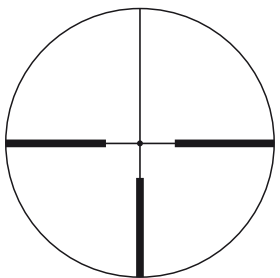

Fig. 3-1
(1) Focalizarea
- ① Priviți prin ocular, cu ochiul poziționat la o distanță de aproximativ 10 cm (4 inch) față de ocular, pentru a vedea reticulul IL #4 cu punct (fig. 3-1). Aliniați corect ochiul față de lunetă și respectați distanța corectă de la pupilă la lentila ocularului, în caz contrar vederea va fi obturată.
- ② Îndreptați capătul obiectivului lunetei spre cer (NU spre soare) sau spre un perete simplu, fără model.
- ③ Rotiți inelul de reglare al ocularului în sens antiorar și apoi în sens orar până când reticulul este clar afișat.